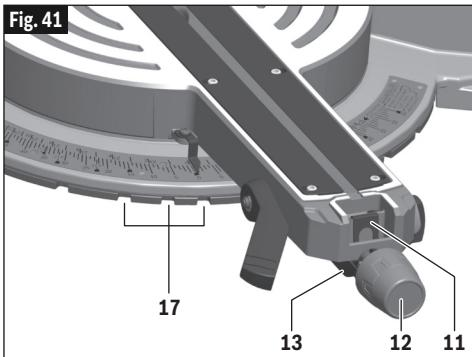

Fig. 41
- Poussez la pince de déverrouillage de la détente **11** vers l'avant et enclenchez-la sur le bord de réception du bras de la table pivotante. Relâcher le levier de verrouillage de l'onglet (Fig. 41).